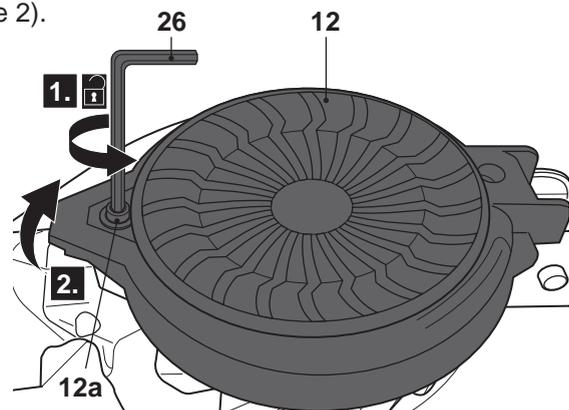

Fig. 6
- > Desserrez le boulon de fixation de la grille de protection [12a] à l'aide de la clé hexagonale [26] (Fig. 6. étape 1) et déployez la grille de protection [12] (Fig. 6. Étape 2).